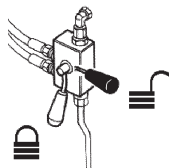

Fig. 8.1
- Öppna gängtappen i fig. 8.1 för att möjliggöra indragning av stödbenet.
- Stäng gängtappen i fig. 8.1.